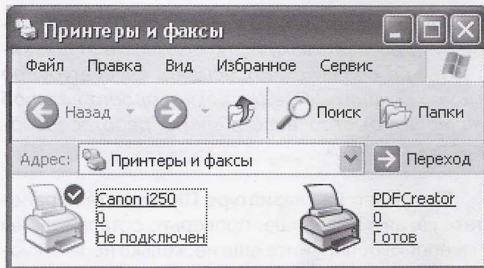

Рис.1
1) Скачать со страницы <http://www.pdfforge.org/> последнюю версию бесплатной программы PDF-Creator (17 Мбайт, v1.01, июль 2010 г.). После ее инсталляции в системе компьютера должен появиться дополнительный принтер: «Пуск-Настройка-Принтеры и факсы»-<рис. 1>».